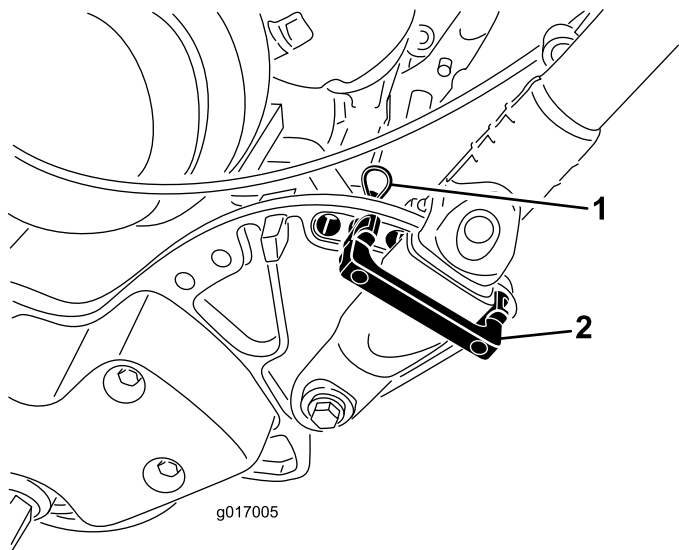

図 6
1. ハンドルを支えながら、ハンドルクランプをサイドプレートに固定しているケーブルタイを外す 図 6。
2. 希望する高さ位置にハンドルをセットし、ハンドルクランプの上からハンドルリテーナを差し込んでサイドプレートの穴に通す 図 6。
3. ヘアピンコッターでクランプを固定する 図 6。